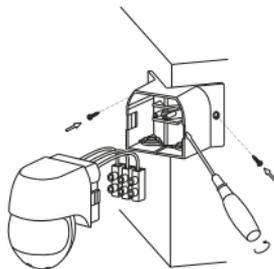

Рисунок 18 – Монтаж ДД 015,
#### 5.2.3 Монтаж ДД 015, ДД 016 (рисунок 18)
– Снять заднюю часть корпуса датчика, поддев её отвёрткой с прямым шлицем (рисунок 18). Крепление корпусных деталей датчика произведено на защёлках.